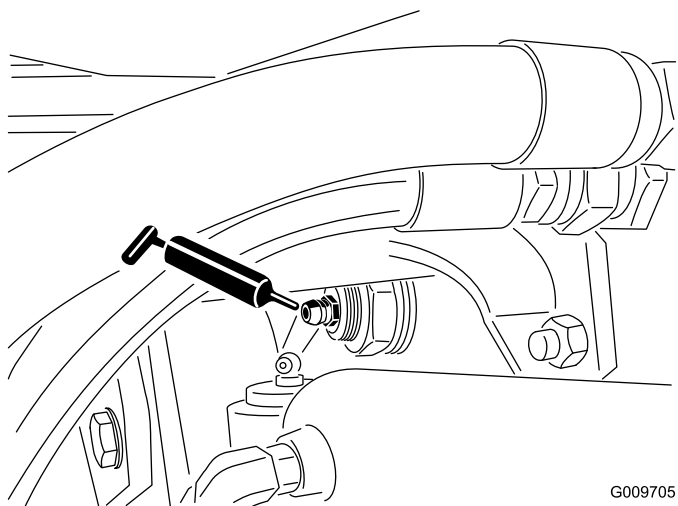

Figura 22
- Boccole orientabili (2) dell'assale posteriore (Figura 22)